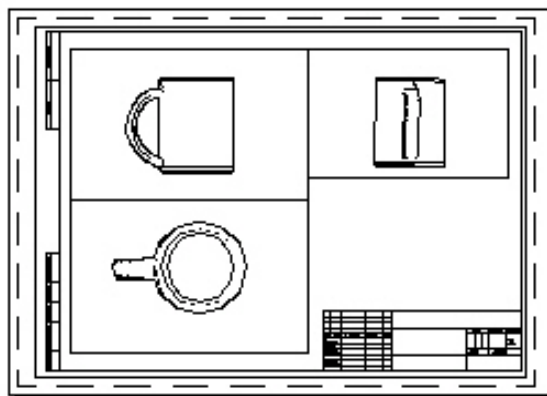

Рис. 84. Зуммирование в видовых экранах
7. Можно настроить изображение в каждом видовом экране. Если дважды щелкнуть внутри видового экрана, то его рамка станет жирной. Экран станет активным, и его содержимое можно редактировать. Фактически мы переходим в пространство модели. Если провести какие-либо операции с изменением координат, то это будет отражено во всех других экранах. Но это не относится к командам **ZOOM** и визуальным стилям. Зуммирование в каждом экране проводится независимо от других. Поэтому установите ориентацию кружки так, как показано на рис. 84. Задать визуальный стиль **3D Hidden** во всех экранах.